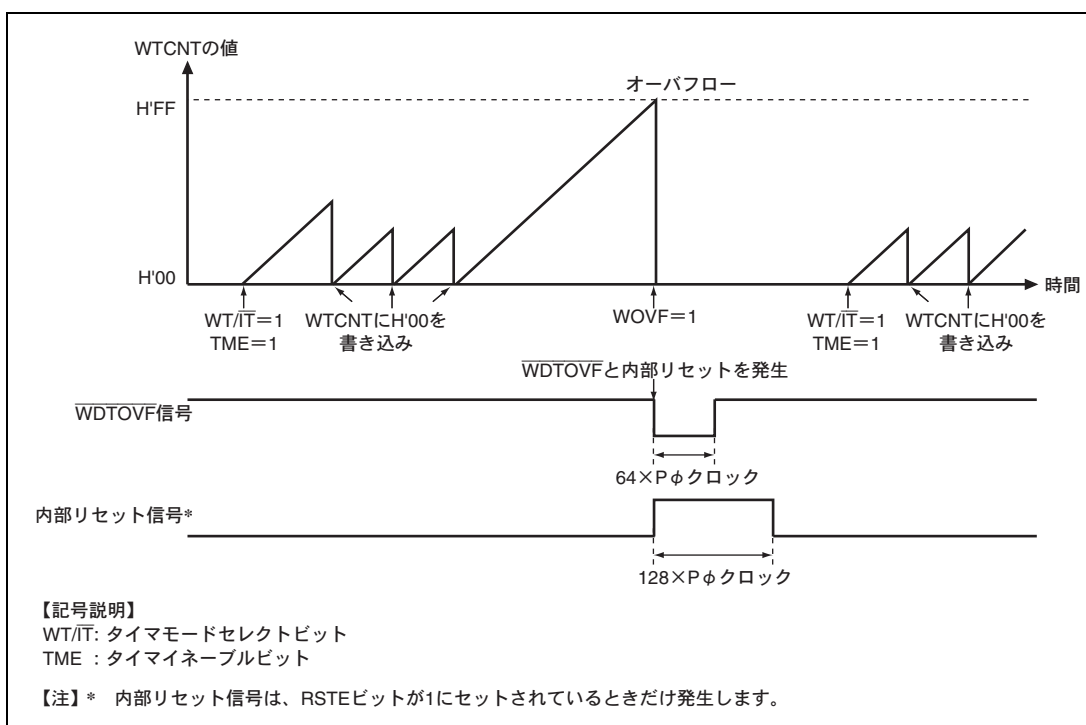

図 14.4 ウォッチドッグタイマモード時の動作
4. カウンタがオーバーフローすると、本モジュールはWRCSRのWOVFを1にセットして、 $\overline{\text{WDTOVF}}$ 信号が外部に出力されます。これを図14.4に示します。この $\overline{\text{WDTOVF}}$ 信号を用いて、システムをリセットすることができます。 $\overline{\text{WDTOVF}}$ 信号は、 $64 \times P$ φクロックの間出力されます。